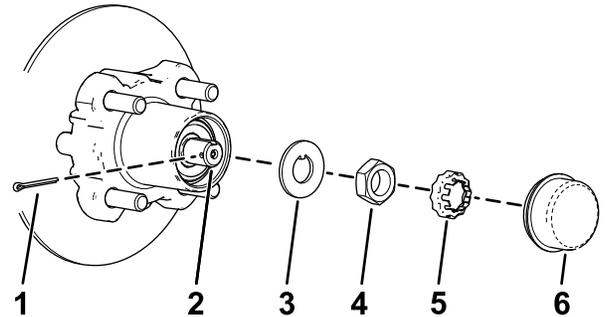
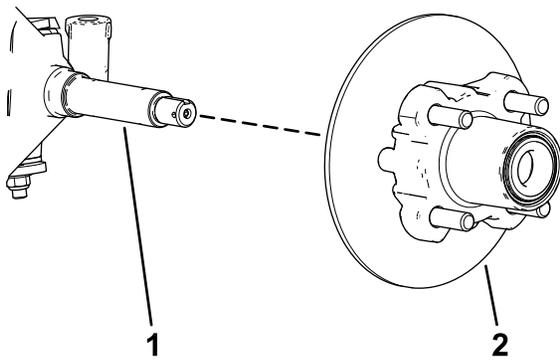

Figure 29
Figure 30
4. Déposez le couvre-moyeu du moyeu (Figure 29).
5. Retirez la goupille fendue et l'arrêt d'écrou de la fusée et de son écrou (Figure 29).
6. Retirez l'écrou de la fusée et déposez l'ensemble moyeu et disque de la fusée (Figure 29 et Figure 30).